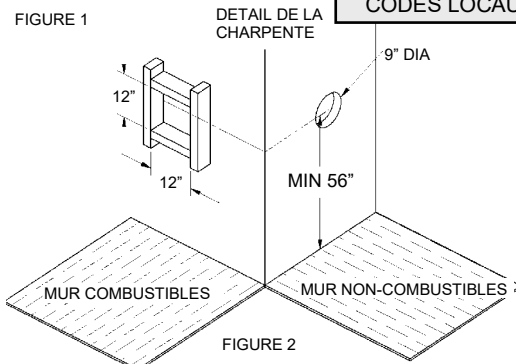

FIGURE 2
1. Pour déterminer la distance minimale entre le plancher du foyer et le centre de l'évent voir la page **Comment encastrer votre foyer**. Percez le mur en prévoyant un espace pour un manchon de 12po px12po (diamètre intérieur) pour les murs combustibles et un manchon de 9po de diamètre pour les murs non combustibles. (voir figure 2)